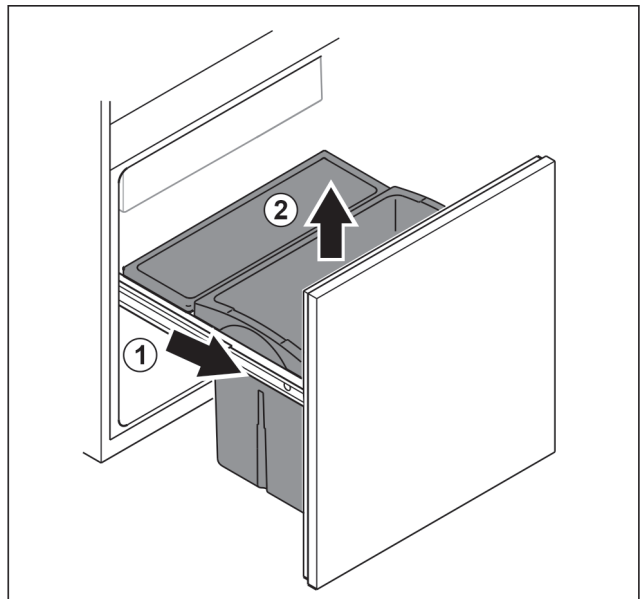

Fig. 89
- ▶ Вытяните выдвижную тележку до упора. Fig. 89 (1)
- ▶ Извлеките выдвижной ящик движением вверх. Fig. 89 (2)